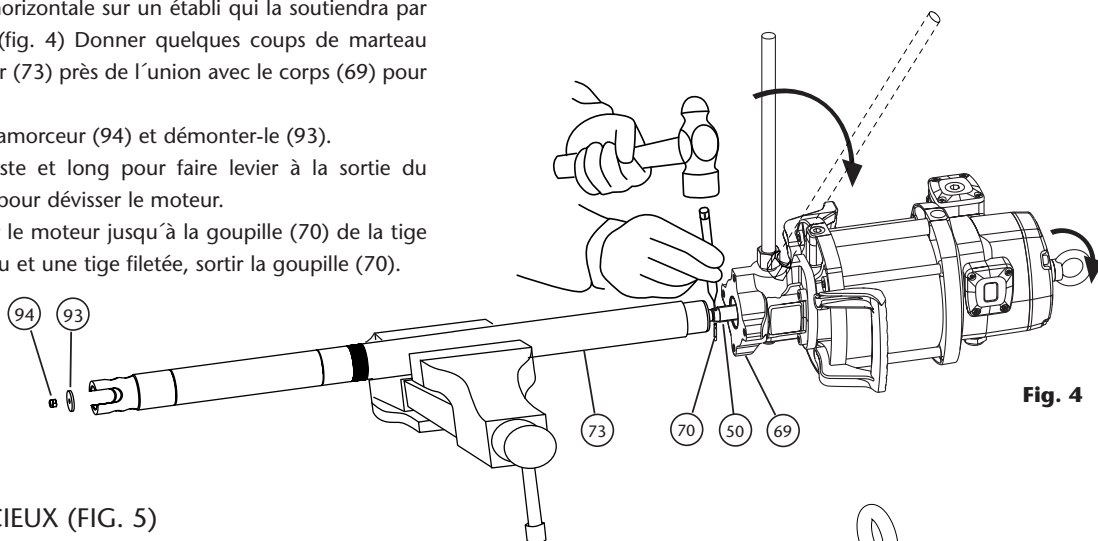

Fig. 4
COMMENT SÉPARER LE MOTEUR D'AIR DE LA POMPE (FIG. 4)
1. Placer la pompe à l'horizontale sur un établi qui la soutiendra par le tube d'aspiration (fig. 4) Donner quelques coups de marteau dans le tube supérieur (73) près de l'union avec le corps (69) pour rompre le frein filet.
2. Dévisser l'écrou de l'amarceur (94) et démonter-le (93).
4. Une fois dévissé, tirer le moteur jusqu'à la goupille (70) de la tige (49). Avec un marteau et une tige filetée, sortir la goupille (70). Le moteur est libéré.